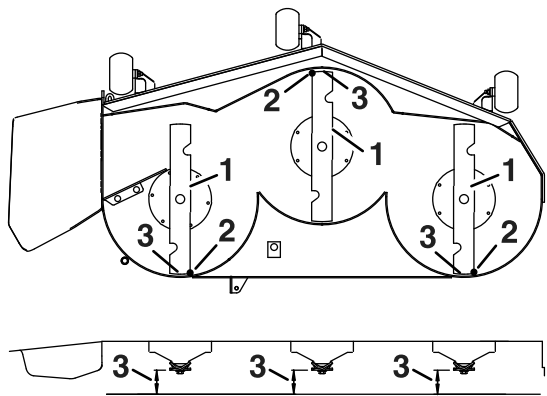

Рисунок 70
3. Осторожно поверните ножи так, чтобы они были расположены в продольном направлении (Рисунок 70).
4. Измерьте расстояние от конца переднего ножа до плоской поверхности и от конца заднего ножа до плоской поверхности (Рисунок 70).